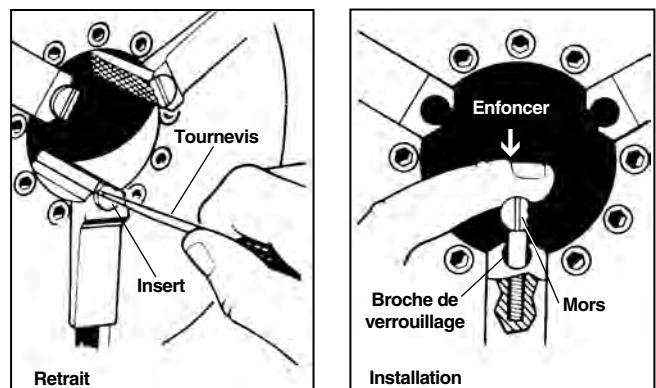

Figure 30 – Remplacement des inserts de mâchoire
1. Engagez un tournevis dans la fente de l'insert et tournez-le d'un quart de tour à droite ou à gauche pour le déverrouiller et le retirer (Figure 30).
2. Présentez le l'insert latéralement contre la broche de verrouillage et enfoncez-le à fond (Figure 30).